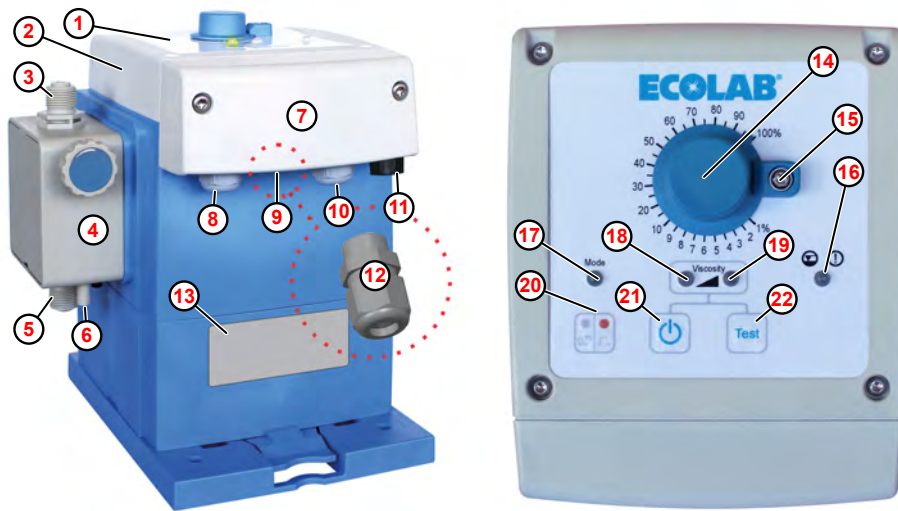

Abb. 1: Aufbau und Bedienelemente „EcoUp“
Für den Kabelanschluss des Alarmsignals enthält der Beipack der Pumpe eine entsprechende Kabelverschraubung M12 x 1,5 ( Abb. 1 , ⑫ ).